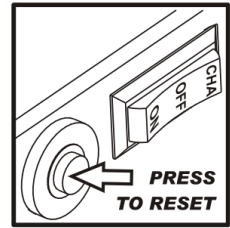

Fig.14
- Drücken Sie die CIRCUIT BREAKER-Taste, um sie zurückzusetzen. (Fig. 14)